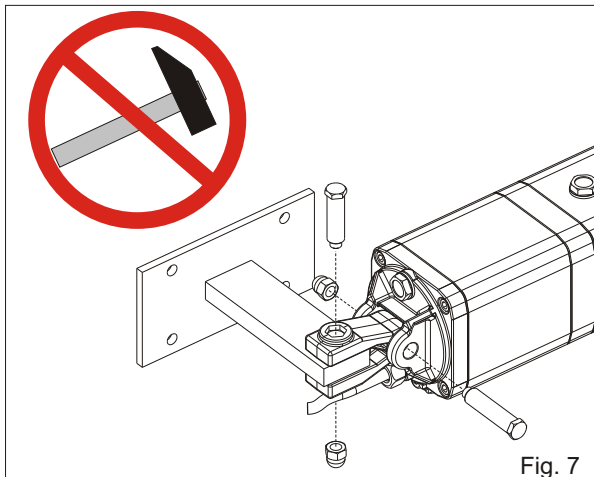

Fig. 7
- Fixer la fourche oscillante comme dans fig.7